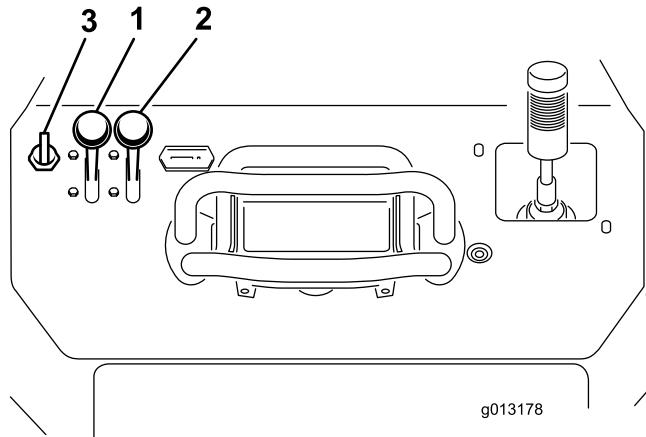

Figure 20
1. Réglez la commande d'accélérateur à mi-course entre les positions bas et haut régime (Figure 20).
2. Levez la commande de starter en position en service (Figure 20).
3. Tournez la clé de contact en position contact (Figure 20). Relâchez la clé quand le moteur démarre.
4. Amenez progressivement la commande de starter en position hors service (Figure 20). Si le moteur cale ou hésite, engagez de nouveau le starter jusqu'à ce que le moteur soit chaud.
5. Réglez la commande d'accélérateur à la position voulue (Figure 20).
2. Placez la commande d'accélérateur à la position bas régime (Figure 20).
3. Tournez la clé de contact en position arrêt (Figure 20).